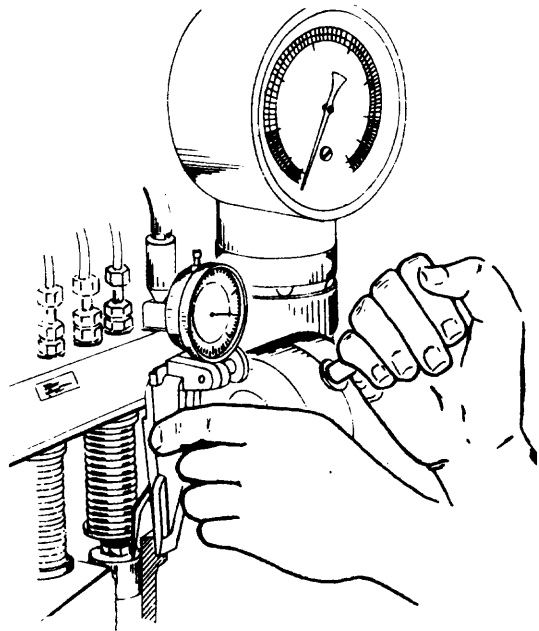

Fig. 2
- a Use un dispositivo de medición con comparador de reloj, partiendo de 0 (cero) (fig. 2).
- d Observe el recorrido del pistoncillo número uno a través del comparador de reloj (fig.2).